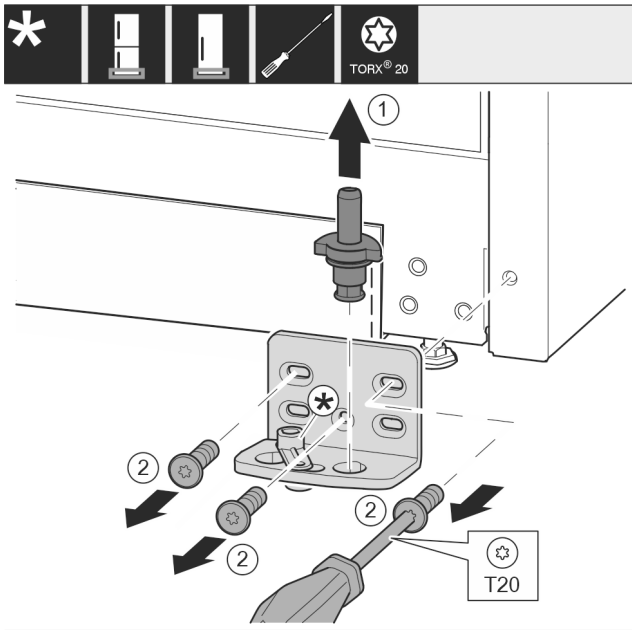

Fig. 14
- Ta ut hela lagerbulten genom att dra den uppåt. Fig. 14 (1)
- Skruva ut skruvarna med en skruvmejsel T20 och ta av lagerbocken. Fig. 14 (2)